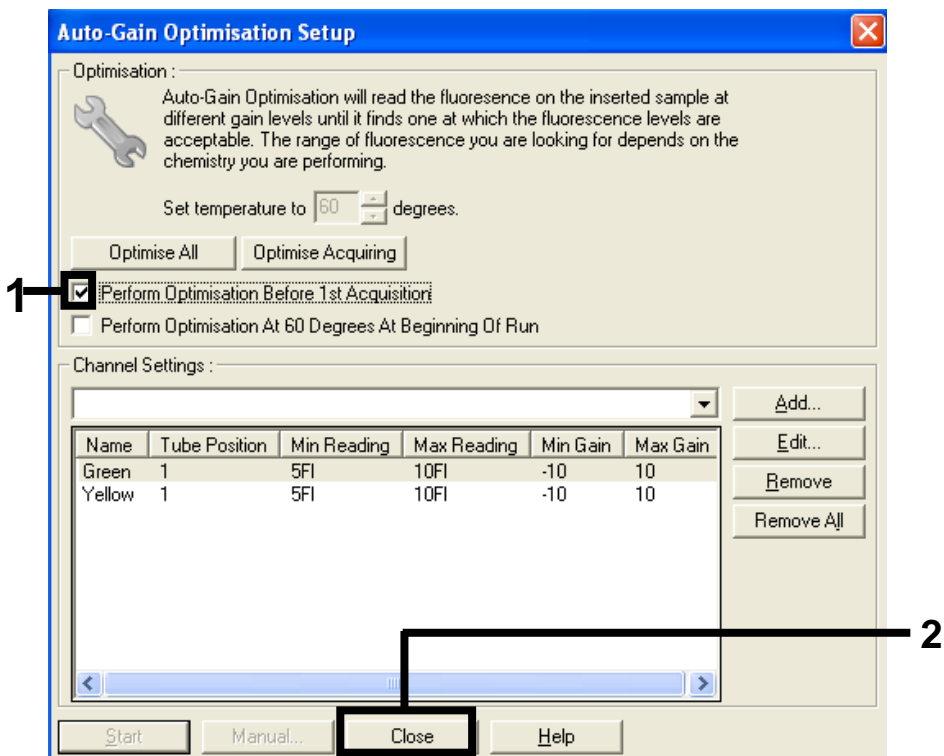

Figura 32. Selección de los canales verde y amarillo.
14. Active la casilla Perform Optimisation before 1st Acquisition (Ejecutar la optimización antes de la primera adquisición) y, a continuación, haga clic en Close (Cerrar) para volver al asistente (figura 32).